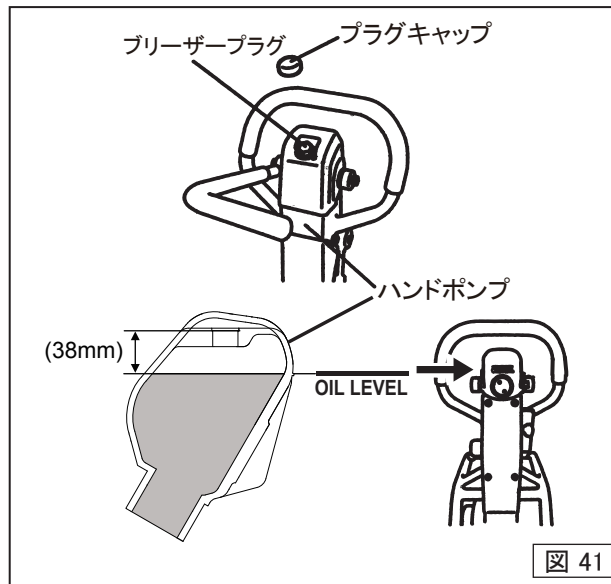
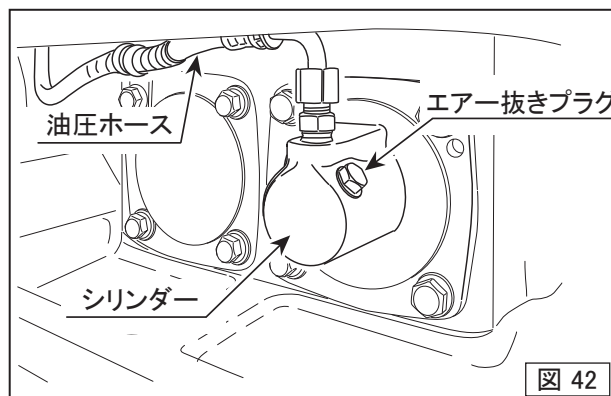

図 41
図 42
100時間運転毎に作動油を点検してください。ハンドレバーを作業角度にして油圧ハンドポンプ上部のブリーザープラグを外し作動油が規定量(OIL LEVEL)まで入っているか点検してください。(図41)
ハンドポンプのプラグキャップを外し、ブリーザープラグ(24mmレンチ)を外してから起振体側シリンダーに接続している油圧ホースを外し、走行レバーを前進にして、ポンプ内の作動油を抜きます。(図41,図42)
1. 作動油を抜いた後、再度油圧ホースを起振体側シリンダーに取付け、前後進レバーを前進側最大の位置で、動かないように吊り上げ用フックにロープ等で固定します。(図42,43)
3. 起振体のシリンダー部エア抜きプラグを外ししばらくすると、オイルが出てきますので気泡が出なくなったら、プラグを取り付けます。しっかり締め付けてください。(図42)